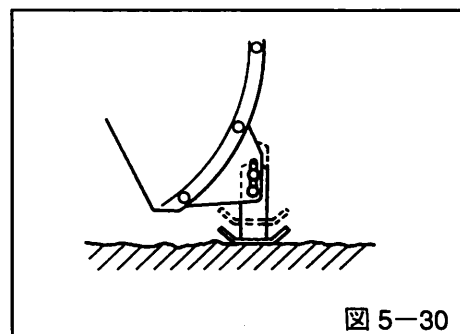

図 5-30
- 整地された路面、アスファルト路面を除雪する場合にはソリのボルトを緩めてソリを上によれば、路面ストレスまで除雪ができます。(図5-30参照)